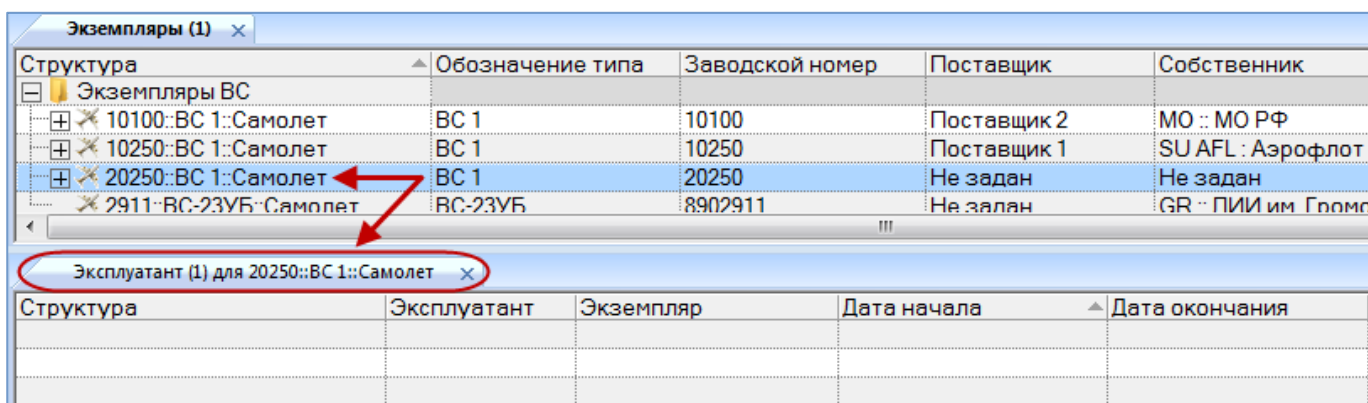

Рис. 13-93 – Окно связанных объектов «Эксплуатант»
- 4) Открывается окно связанных объектов «Эксплуатант» для выбранного экземпляра ВС (рис. 13-93).
3) Открывается окно связанных объектов «Эксплуатант» для выбранного экземпляра ВС (рис. 13-93).